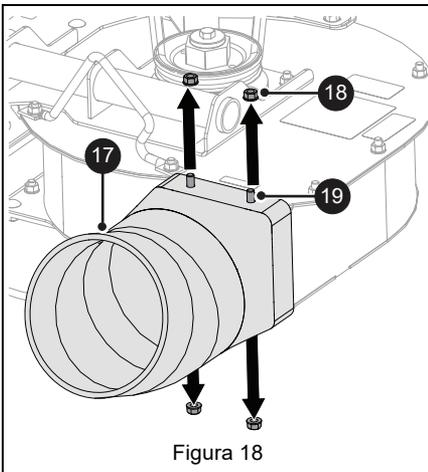

Figura 18
1. Instale el adaptador de manguito (pieza 17) y fije con cuatro pernos de cabeza redonda y cuello cuadrado de 5/16" x 1" (pieza 19) y cuatro tuercas de bloqueo (pieza 18). Los pernos se montan desde dentro con las tuercas en la parte exterior. Consulte Figura 18.